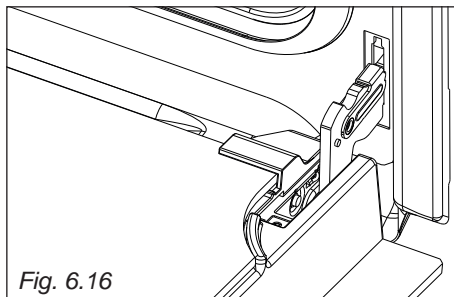

Fig. 6.16
- Aprire completamente la porta del forno (fig. 6.16).